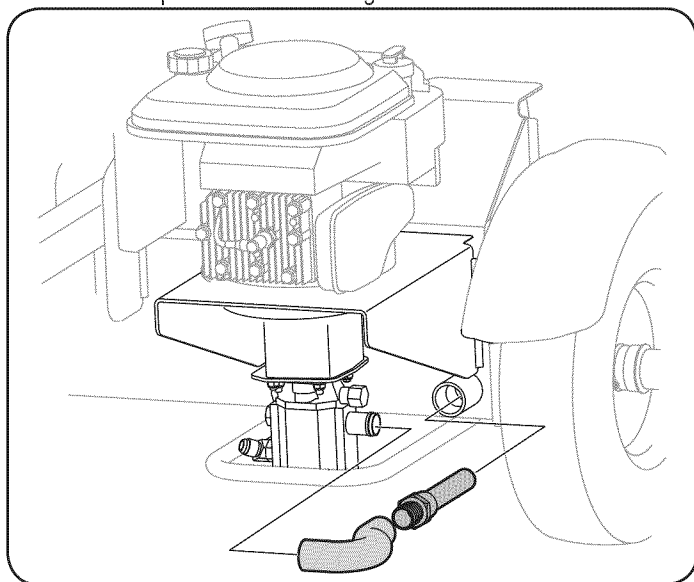

Figura 17
2. Con mucho cuidado desenrosque el filtro de entrada y límpielo con aceite penetrante. Vea la Figura 17.